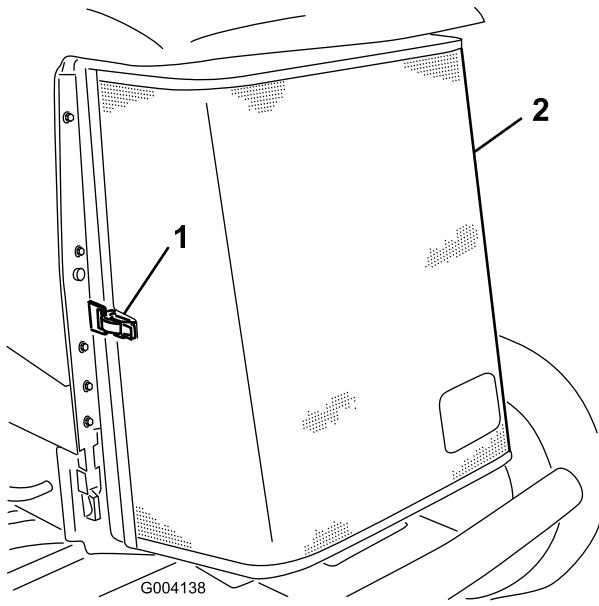

Figure 61
3. Déverrouillez l'attache et ouvrez la grille arrière (Figure 61).